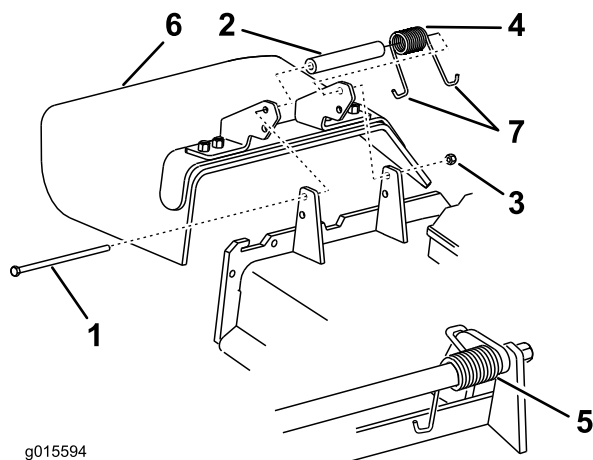

Figure 59
1. Retirez le contre-écrou, le boulon, le ressort et l'entretoise qui fixent le déflecteur aux supports de pivot (Figure 59).
Remarque: Placez une extrémité en J du ressort derrière le bord du tablier avant de mettre le boulon en place, comme montré à la Figure 59.
3. Remettez le boulon et l'écrou. Placez une extrémité en J du ressort autour du déflecteur d'herbe (Figure 59).